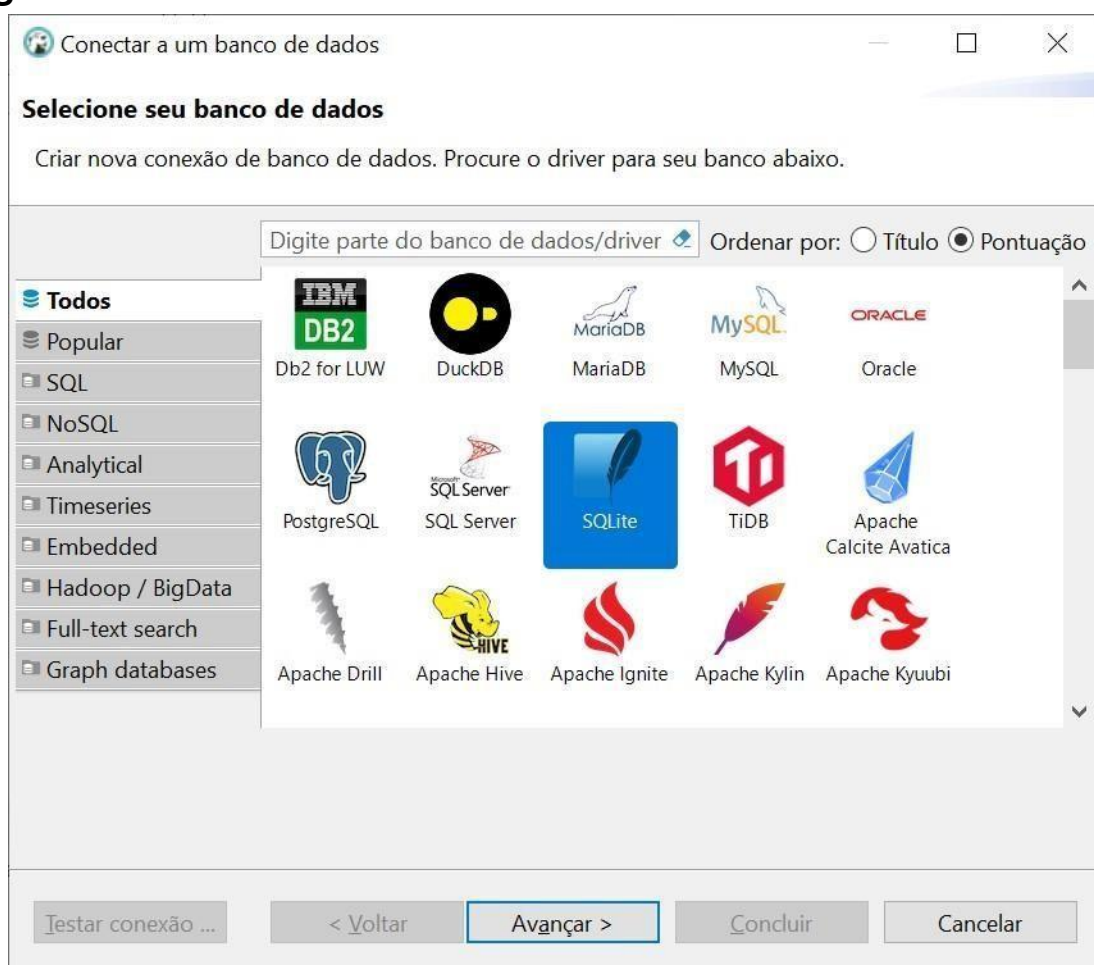

Figura 2
b) Vá até o menu Banco de dados -> Nova Conexão e selecione SQLite Veja a Figura 2.